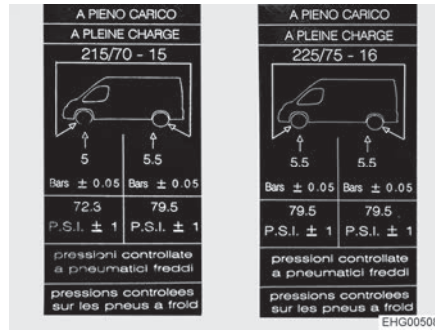

Bild 114 Hänvisningsetiketter om däcktrycket på B-stolpen (exempel)
- ▷ Hänvisningsetiketter med önskat däcktryck är fästa på insidan av B-stolpen (se Bild 114).